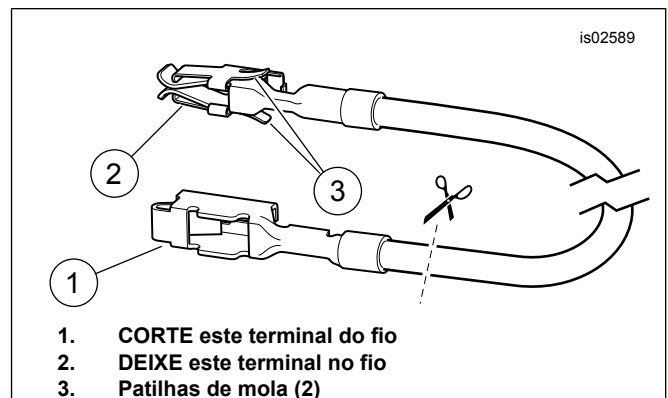

Figura 8. Fio adaptador do bloco de fusíveis (Dyna e Softail)
3. Consulte Figura 22. Obtenha o fio adaptador de bloco de fusíveis cor de laranja/branco (9) do kit. Anote o terminal em cada extremidade (consulte Figura 8). Apenas o terminal com as patilhas de mola cabe neste bloco de fusíveis. Corte cuidadosamente o terminal não utilizado do fio e elimine-o.